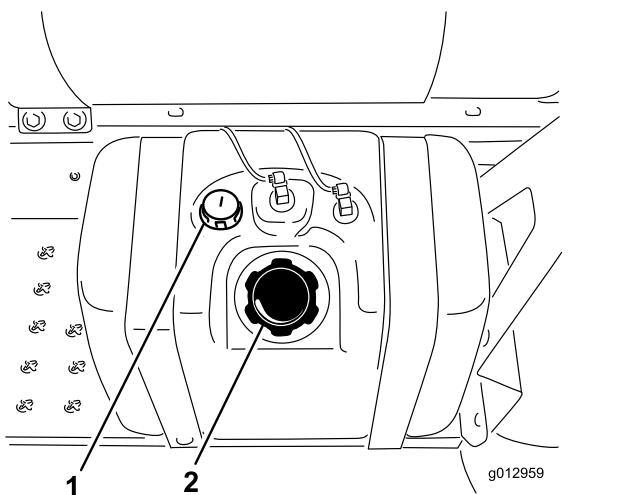

Рисунок 20
3. Произведите очистку поверхности вокруг крышки топливного бака (**Рисунок 20**).